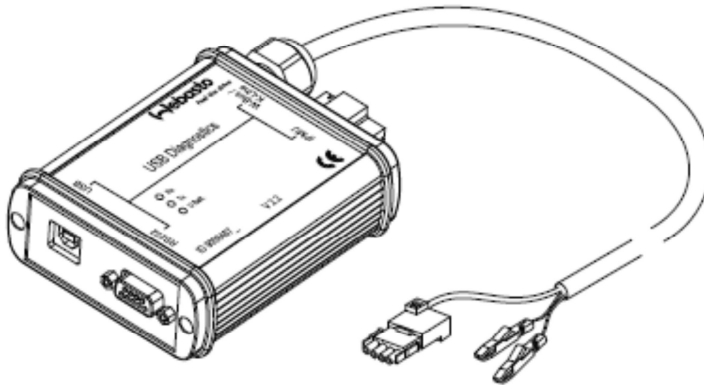

Abbildung 1 “Webasto Diagnose Modul 9008487”
- Webasto Diagnose Modul 9008487 (siehe Abbildung 1 “Webasto Diagnose Modul 9008487”)